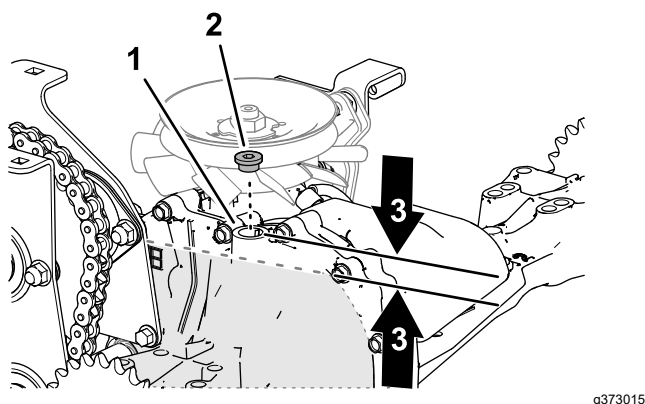

Figure 61
- Versez l'huile spécifiée dans la boîte-pont par l'orifice de vidange/remplissage jusqu'à ce que le niveau se situe entre 13 et 32 mm (1/2 x 1 1/4 po) sous le haut de l'orifice (Figure 61).